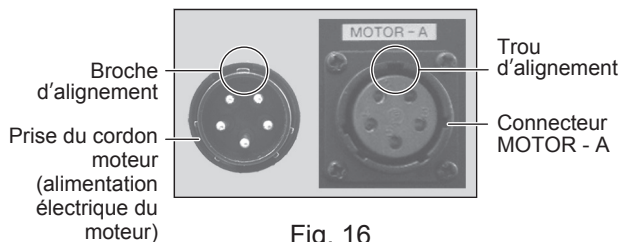
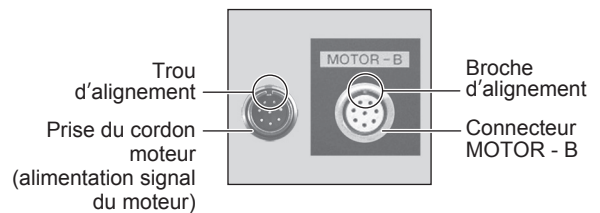

Fig. 16
Fig. 17
- (1) Assurez-vous que l'ergot d'alignement de la prise du cordon moteur (alimentation électrique) se trouve vers le haut (position de 12 h).
- (2) Insérez précautionneusement l'ergot d'alignement de la prise du cordon moteur (alimentation électrique) dans le trou d'alignement (Connecteur MOTOR - A) à l'arrière du BOÎTIER DE CONTRÔLE et enfoncez-le en ligne droite. Serrez la bague de fixation de la prise du cordon moteur (alimentation électrique). (Fig. 16, 18)
- (3) Assurez-vous que l'ergot d'alignement de la prise du cordon moteur (alimentation signal) se trouve vers le haut (position de 12 h).
- (4) Insérez précautionneusement le trou d'alignement de la prise du cordon moteur (alimentation signal) dans l'ergot d'alignement (Connecteur MOTOR - B) à l'arrière du BOÎTIER DE CONTRÔLE et enfoncez-le en ligne droite. Serrez la bague de fixation de la prise du cordon moteur (alimentation signal). (Fig. 17, 18)